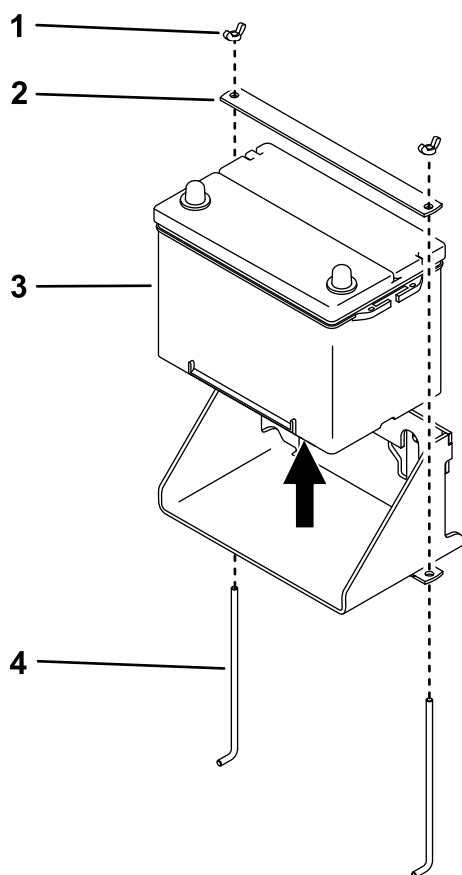

Bild 7
6. Entfernen Sie die zwei Flügelmuttern und bewahren sie auf. Entfernen und werfen Sie den Riemen und die zwei Befestigungsstangen weg (Bild 7).
1. Setzen Sie die Ersatzbatterie mit dem Riemen und den zwei Befestigungsstangen vom Kit sowie den zwei Flügelmutter ein, die Sie vorher entfernt haben, wie in Bild 7 abgebildet.